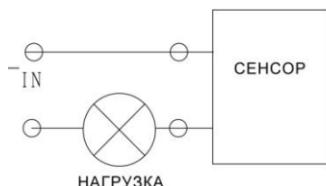
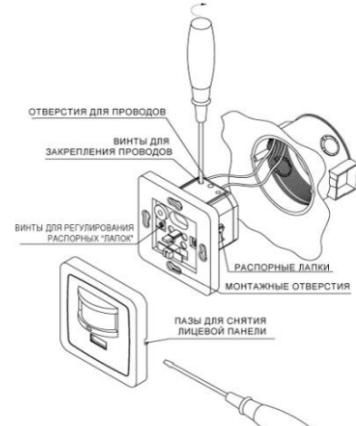

Рис.2
Рис.1
- Снимите лицевую панель сенсора (см. Рис.1).
- Ведите провода электропроводки (см. Схему подключения проводов Рис.2) в отверстия, расположенные на задней стенке сенсора и закрепите их при помощи винтов (см. Рис.1).